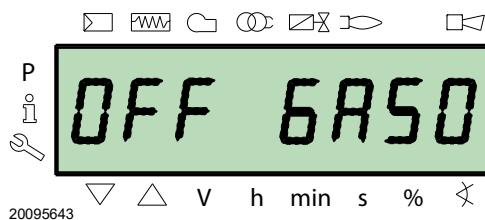
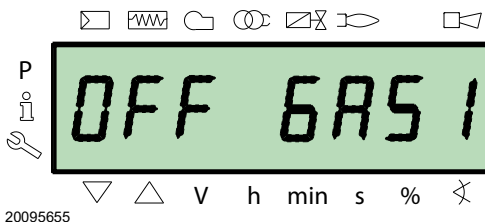
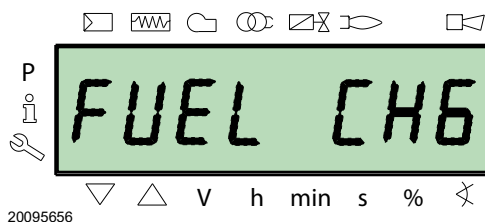

Рис. 32
Рис. 33
Рис. 34
- 2 при помощи дистанционного селекторного переключателя, подключенного к главному клеммнику. Установка селекторного переключателя 27)(Рис. 5) в положение **EXT** активирует функцию дистанционного выбора топлива. В этом положении, в отсутствие дистанционного селекторного переключателя, на дисплее отображается приоритетное топливо, но запуск не происходит. При переходе от одного топлива к другому отображается: FUEL CHG Рис. 34. На дисплее отображается в режиме работы на: газе OFF GAS1 Рис. 33; дизельном топливе OFF GASO Рис. 32.